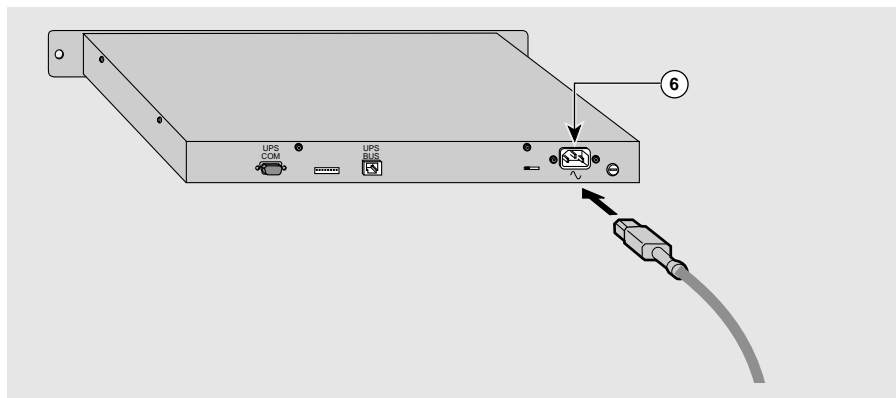

Fig. 4
Une fois le module correctement configuré, raccorder le cordon d'alimentation dans la prise ⑥ à l'arrière du module **MultiSlot** (voir figure 4). Ce cordon est constitué de deux fils actifs et d'un fil de terre, lequel doit être relié à la terre de l'installation.
- ▶ vérifier la connexion du câble d'alimentation (voir figure 4),